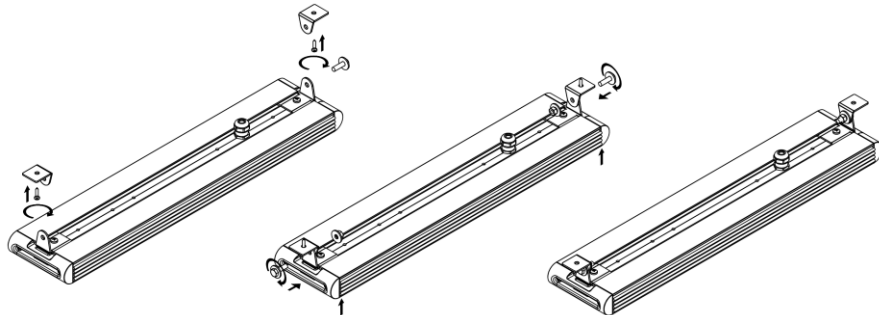

Рисунок 13 — Установка светильника при помощи крепления Уголок для накладного монтажа.
5.11.1. Распакуйте крепление и установите на светильнике (см рисунок 13). Заведите крепление в паз на корпусе светильника. Для фиксации крепления на корпусе светильника имеются 2 отверстия. Совместите отверстия на креплении с отверстиями на корпусе. Шаг между винтами на креплении должен совпасть с шагом между винтами на корпусе. Вкрутите два винта M5, идущих в комплекте для фиксации крепления на корпусе светильника. Крепление должно встать симметрично поперечной оси светильника (см. рисунок 4, в).
5.11.4. Закрепите ответную часть крепления на монтируемой поверхности (см. рисунок 13).